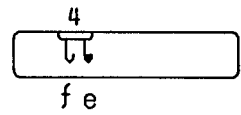

Abb. 4.6.9
Funktion: Zählbeginn bei der Vorwahlzahl. Bei Null und kleiner Null kommt der Ausgang als Vorsignal. Der Ausgang bleibt bestehen, bis der Zähler größer Null zählt oder manuell mit der Taste "R" oder am Rücksetzeingang auf eine Zahl größer Null gesetzt wird. Kontaktstellung der Betriebsart nicht veränderbar (außer Optokopplerausgang, s.h. Abs. und Abb. 4.6.9)
4.6.9 OPTOKOPPLERAUSGANG negieren: Schalter Nr.4 in Stellung "e", Ausgang nicht negiert (vom Werk so eingestellt). Schalter Nr.4 in Stellung "f", Ausgang negiert. Kontaktstellung für Optokopplerausgang siehe Abb. 4.6.9